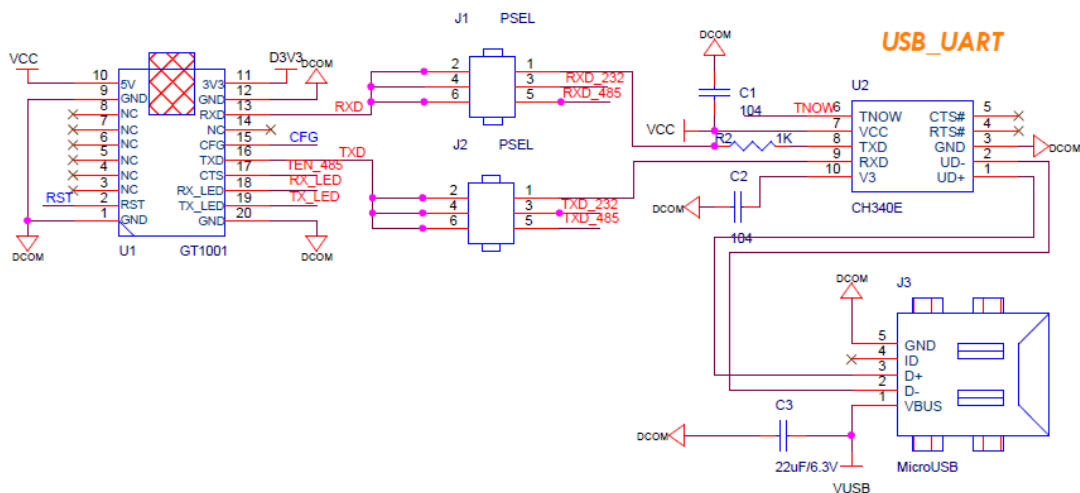

图 4-1 TTL 转 UART 参考设计
- 1) 将图 4-1 中 J1 和 J2 分别选择在<3,4>跳线处；